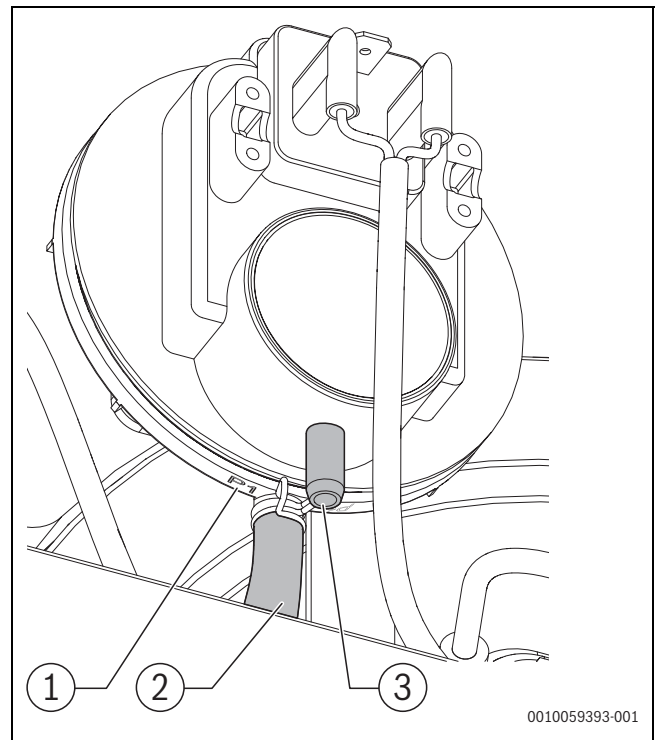

Bild 95 Detailansicht ADS-Druckschalter
- [5] Detail Anschluss Messleitungen (→ Bild 95)